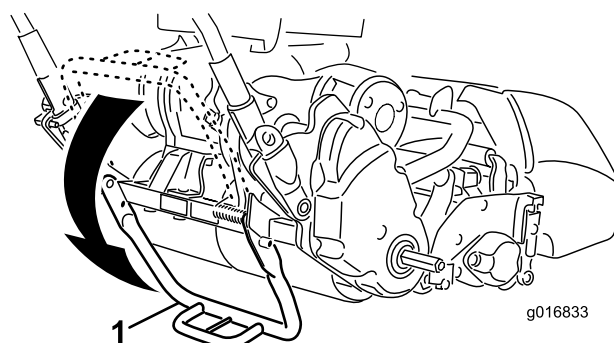

Рисунок 7
1. Нажмите вниз ногой на **середину откидной ножки** и тяните за нижнюю среднюю рукоятку машины до поворота откидной ножки вокруг центральной части (Рисунок 7).